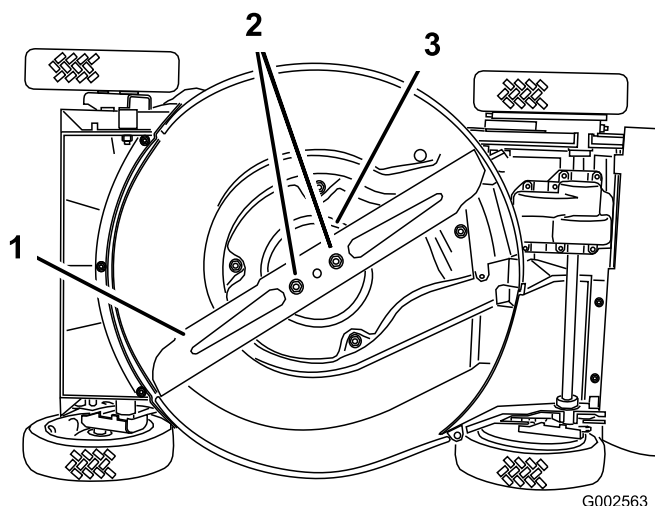

Figura 30
- Inclinate il tosaerba sul lato **destro** (Figura 30).
Afferrate l'estremità della lama con un cencio o un guanto bene imbottito. Togliete i dadi della lama, la coppa antistrappo e la lama (Figura 30).
5. Togliete i due dadi della lama, la coppa antistrappo e la lama (Figura 30).